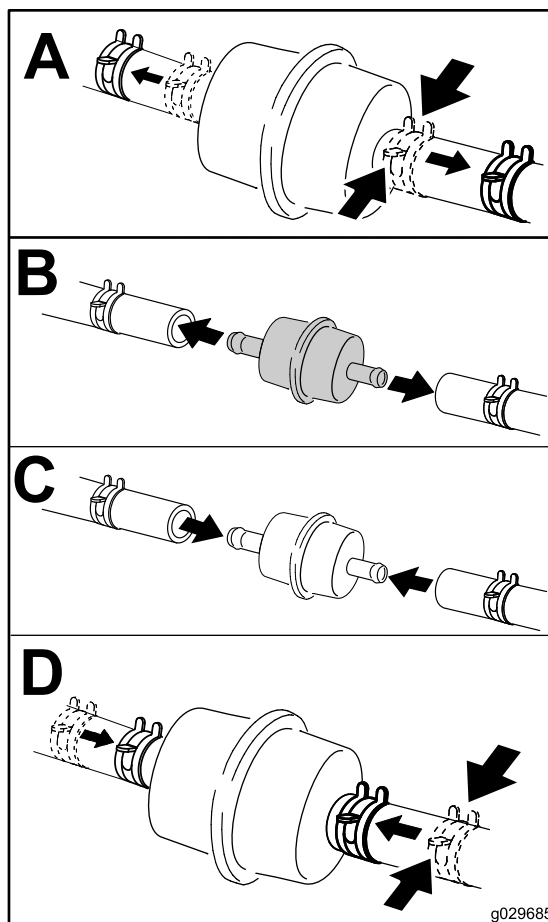

Figure 46
5. Remplacez le filtre à carburant (Figure 46).